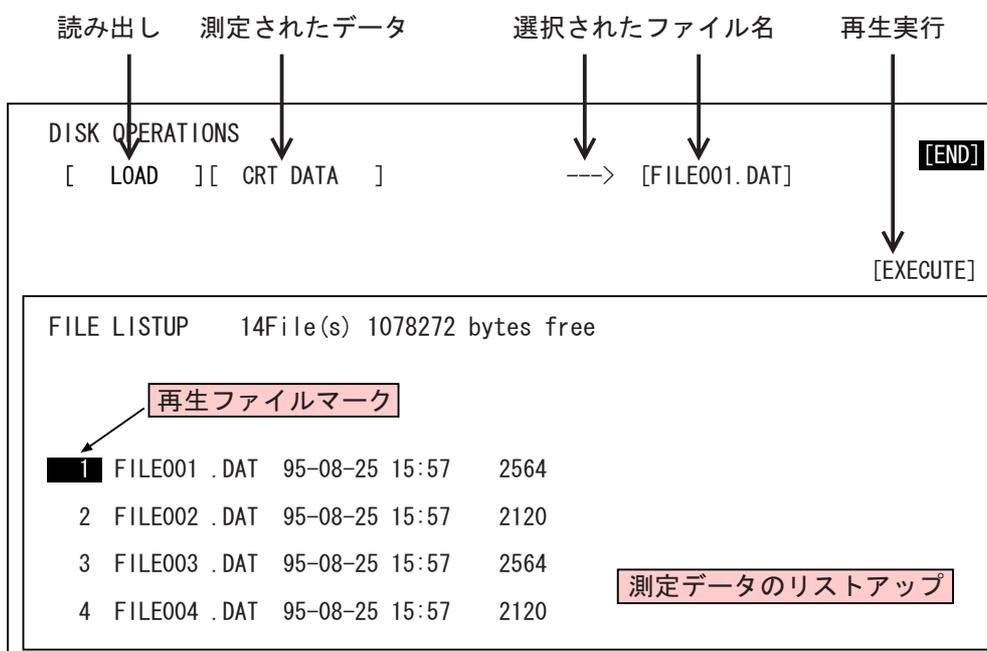

図 23
- ① FD を挿入します。
- ② メニューアイコンの **【DISK】** にジョグカーソルを合わせ、SELECT スイッチを押し「DISK OPERATIONS」ページを開きます。ジョグカーソルを「STORE」に合わせ、SELECT スイッチを押し2次ページの「LOAD」(再生) を選択し SELECT スイッチを押し、「STORE」から「LOAD」に変更します。同様に各項目を図 23 のように設定します。
- ③ FILE LISTUP で表示されたファイル名のうち、再生されるファイル名にマークが付いています。